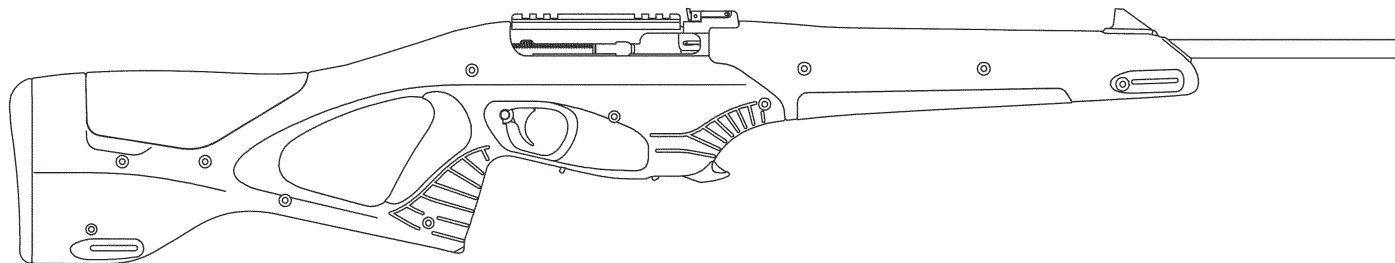
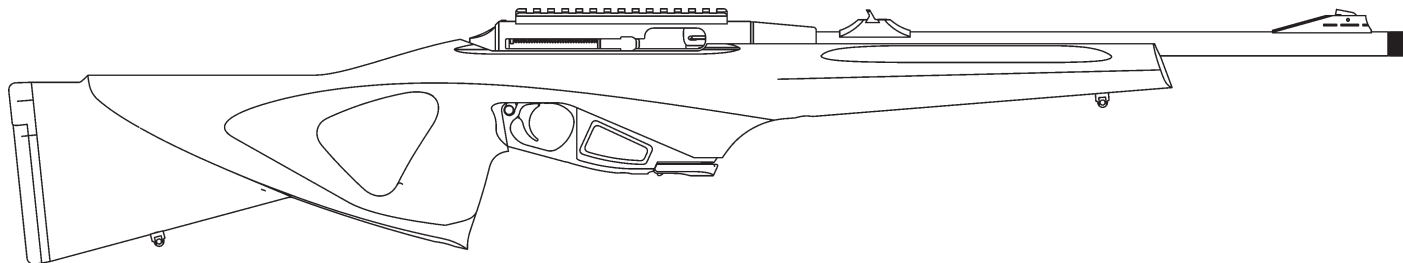

Рисунок 1 – Внешний вид карабина с пластмассовой ложей
Рисунок 2 – Внешний вид карабина с деревянной ложей
1.1.1 Карабин охотничий самозарядный "161 Манул" с пластмассовой ложей – исполн. -00 (рисунок 1) и карабин охотничий самозарядный "161 Манул" с деревянной ложей – исполн. -02 (рисунок 2) предназначены для охоты на мелкую дичь и для спортивно-тренировочных стрельб.